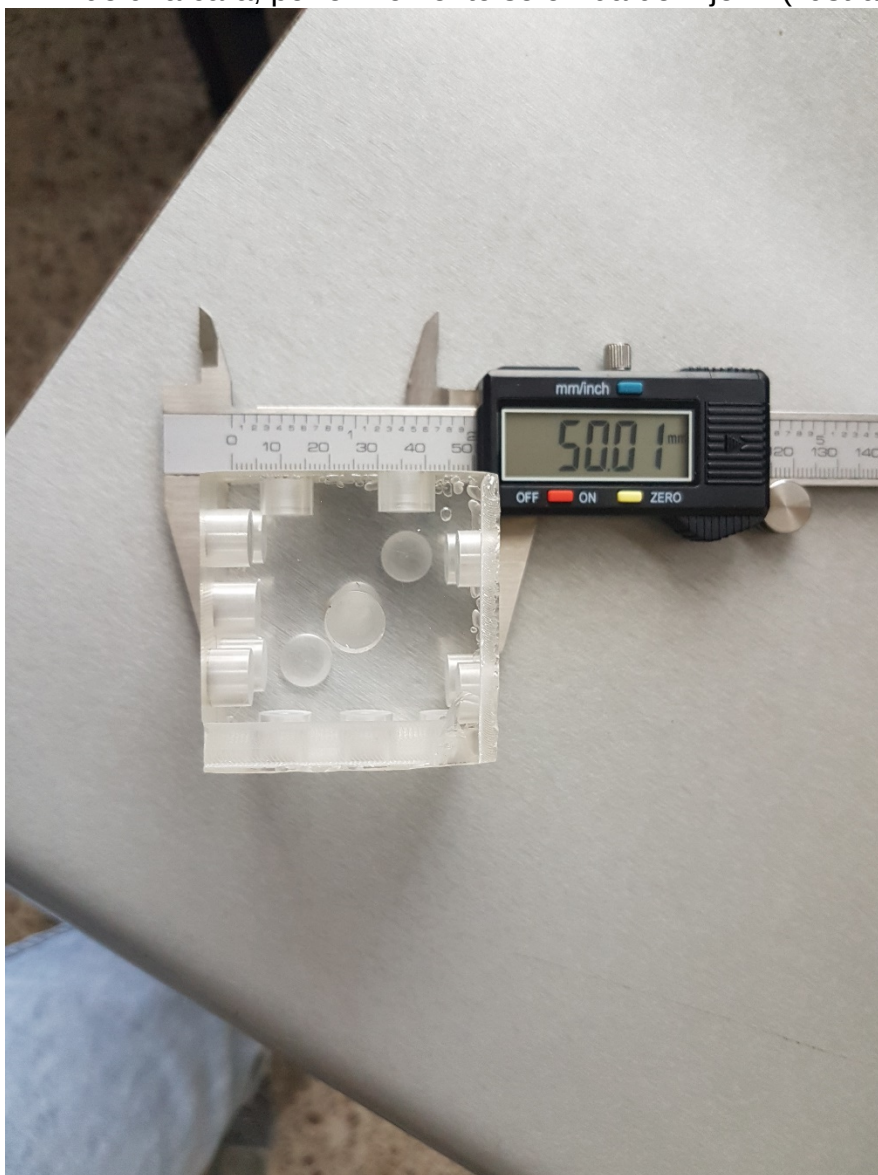

Ilustración 5.18 Medición de una de las caras del cubo
- a. Tomamos las medidas de nuestro cubo 50mmx50mm que es lo que mide una cara, por el momento se olvida del Eje Z. (Ilustración 5.18)